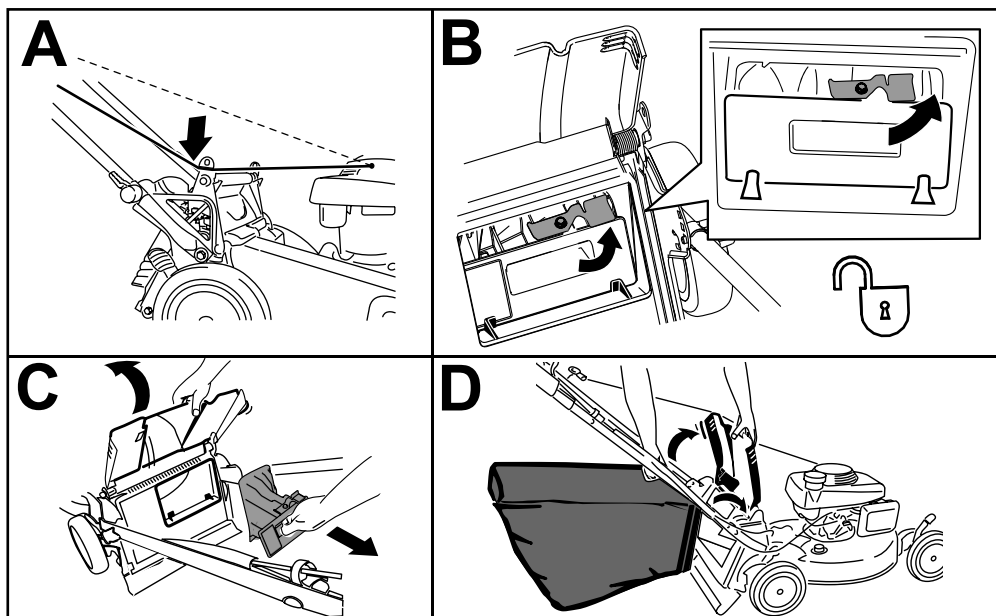

Figure 16
**Remarque:** Pour déverrouiller l'obturateur arrière, tournez le levier vers la droite (Figure 16).
1. Faites passer le câble du lanceur autour du guide inférieur (encadré A de la Figure 16).
2. Soulevez le déflecteur arrière et maintenez-le dans cette position puis retirez l'obturateur arrière (encadré B de la Figure 16).
3. Retirez l'obturateur arrière (encadré C de la Figure 16).
4. Accrochez le bord supérieur avant du bac aux ergots sur les crans des supports de poignée (encadré D de la Figure 16).